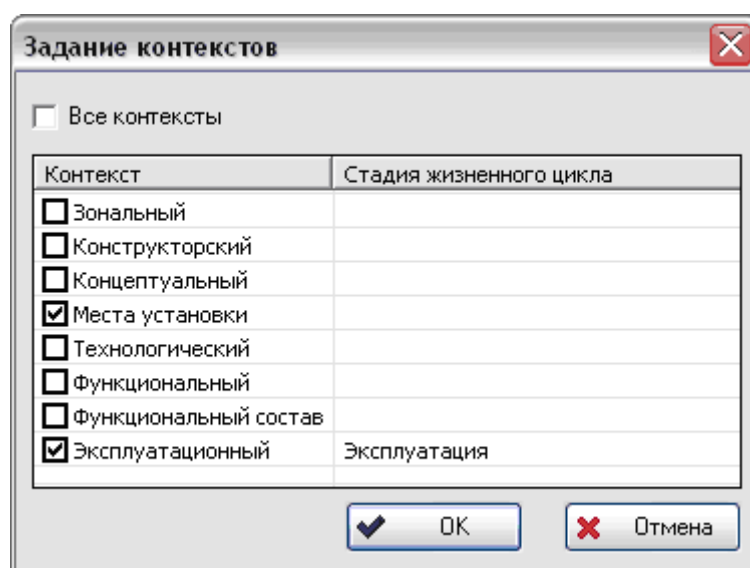

Рис. 52
2. В появившемся окне снимите флаг **Все контексты**, затем установите флаг(-и) соответствующего контекста(-ов) (Рис. 52).